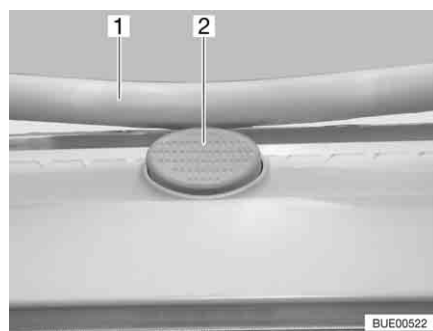

Fig. 19 Bouton de sûreté sur le lanterneau basculant
- Appuyer sur le bouton de sûreté (Fig. 19,2) et tirer l'étrier (Fig. 19,1) vers le bas avec les deux mains.
- Pousser l'étrier vers le haut avec les deux mains jusqu'à ce que ce dernier se trouve au-dessus du bouton de sûreté (Fig. 19,2).